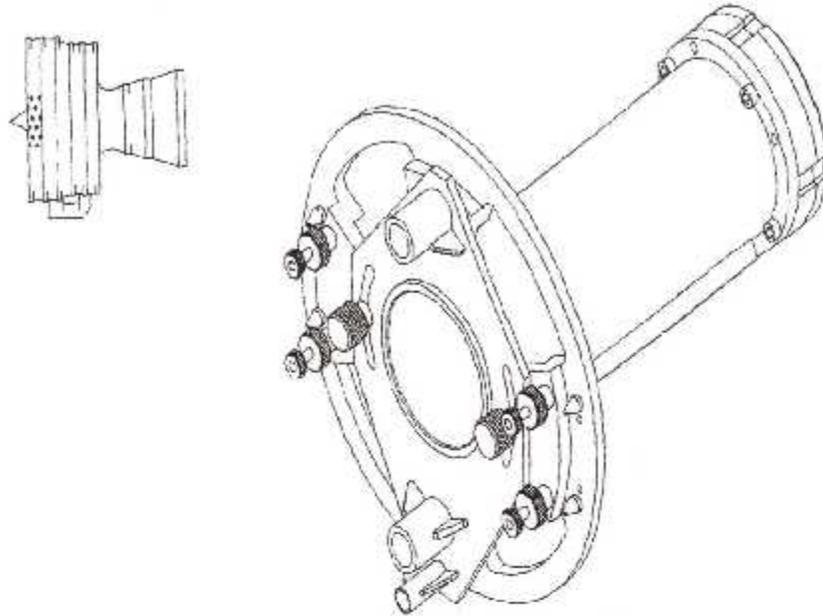

Fig. III. 18: Le Guide, 856A3703G01
- e. On installe le **guide, 856A3703G01** (fig. III. 18) dans le disque du Fan comme suit :